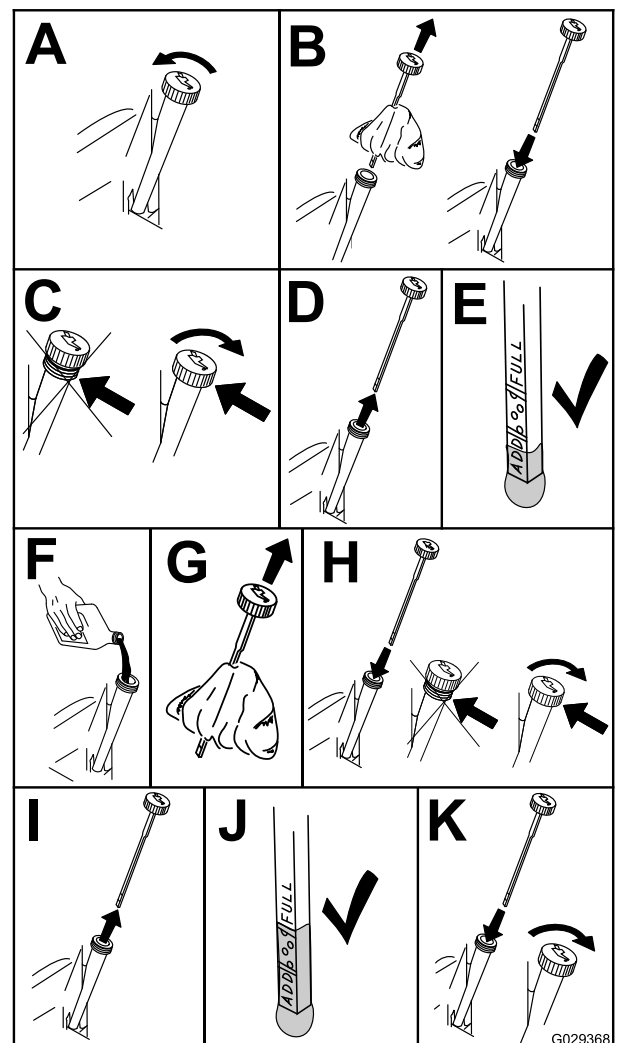

Figura 43
3. Para que no entre suciedad, recortes de hierba, etc., en el motor, limpie la zona alrededor del tapón de llenado/varilla de aceite antes de retirar éste (Figura 43).